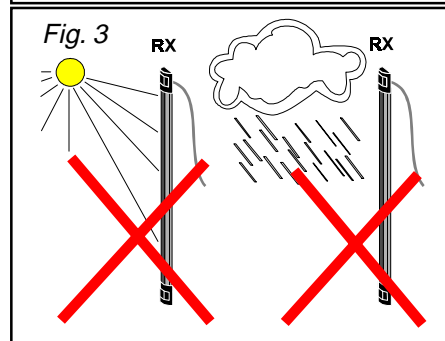

Fig. 3
- » Non orientare il ricevitore contro la luce solare diretta oppure esposto direttamente alle intemperie (fig. 3)
- » *Ne jamais orienter le récepteur face au soleil et éviter l'exposition aux intempéries (fig. 3)*
- » *Never direct the receiver towards the sunlight and avoid the exposure to inclemency of weather (fig. 3)*